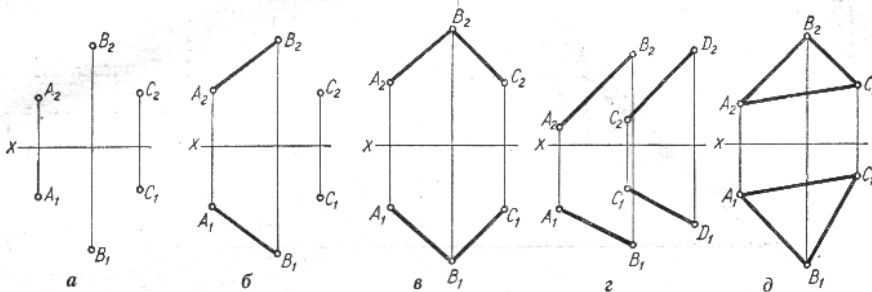

Рис.9
- трьох точок, що не лежать на одній прямій (рис.9,а);
- прямої і точки, розташованої поза нею (рис.9,б);
- двох прямих, що перетинаються (рис.9,в);
- двох паралельних прямих (рис.9,г);
- трикутника, або іншої плоскої фігури (рис.9,д).